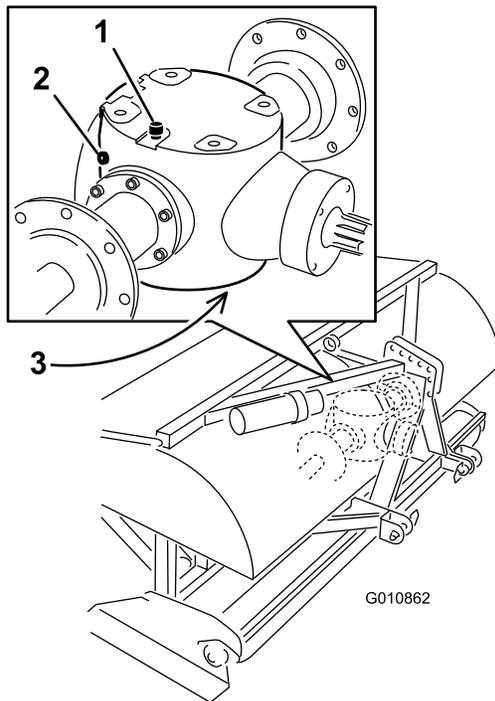

Figure 44
3. Enlevez le bouchon de contrôle de la boîte d'engrenages (Figure 44).
4. Vérifiez que le niveau d'huile atteint le bas de l'orifice du bouchon de contrôle du boîtier d'engrenages (Figure 44).
1. Nettoyez les débris présents sur le bouchon d'aération/de remplissage et le bouchon de vidange pour éviter la contamination (Figure 44).